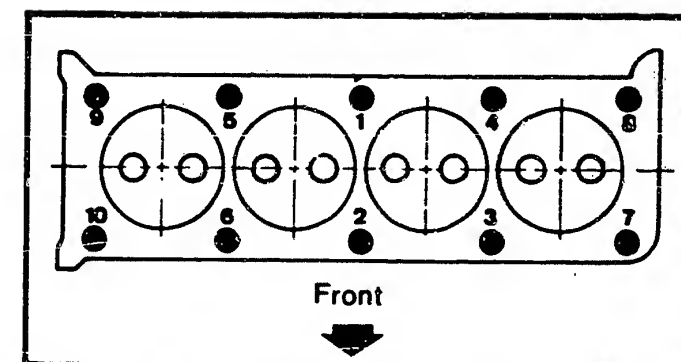

Bild 4 Anzugsreihenfolge der Zylinderkopfschrauben. Anzugsmoment siehe Text.
- die Zylinderkopfschrauben zu entfernen (in umgekehrter Anzugsreihenfolge, siehe Bild 4) und der Kopf vorsichtig abzuheben.
Zum Festziehen des Zylinderkopfes sind die Bolzen in der in Bild 4 dargestellten Reihenfolge mit einem Drehmoment von 60Nm einzuschrauben, dann wieder zu lösen und nochmals mit 20Nm anzuziehen und abschliessend um 120° weiterzudrehen.